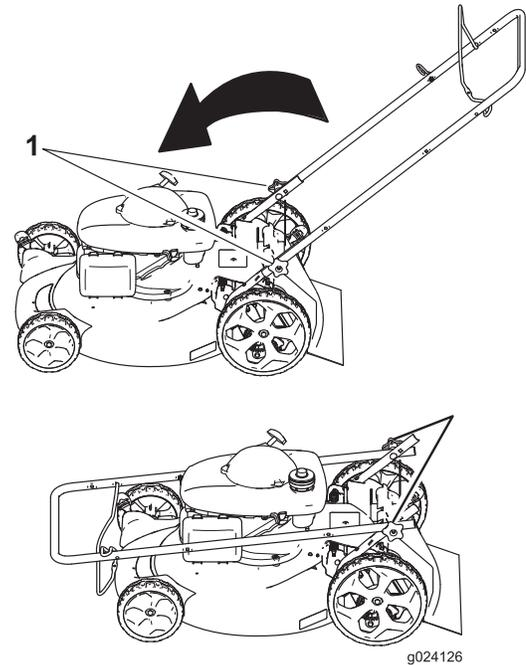

Figure 23
1. Desserrez les boutons du guidon jusqu'à ce que le guidon bouge librement (Figure 23).
1. Bouton du guidon (2)
2. Pliez le guidon en avant comme indiqué à la (Figure 23).